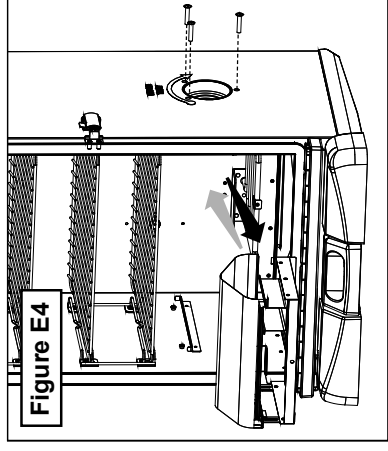

Figure E4
- Remove the wood chip loader. From inside the appliance, remove the smoke box assembly. See Figure E4.
- From inside the appliance, install the smoke box assembly. See Figure E4.
- Enlevez le bac à copeaux de bois. En passant par l'intérieur de l'appareil, enlevez l'assemblage de la boîte à fumée. Voir la figure E4.
- En passant par l'intérieur de l'appareil, installez l'assemblage de la boîte à fumée. Voir la figure E4.
- Retire el cargador de chips de madera. Del interior del aparato, retire el conjunto de la caja ahumadora. Vea la figura E4.
- En el interior del aparato, instale el conjunto de la caja ahumadora. Vea la figura E4.